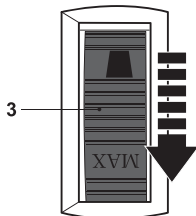

Fig. 12
- > Poussez le variateur de vitesse [3] vers l'arrière pour diminuer la puissance de l'aspirateur/souffleur (Fig. 12).